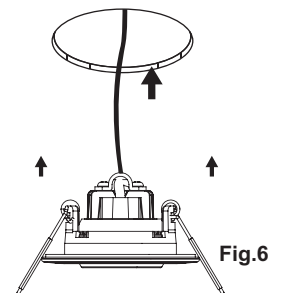

Fig.6
- Lifting both retention tabs upward, push until the trim sits flush against the ceiling. (Fig.6) En soulevant les deux languettes de retenue, poussez jusqu'à ce que la garniture affleure le plafond. (Fig.6)